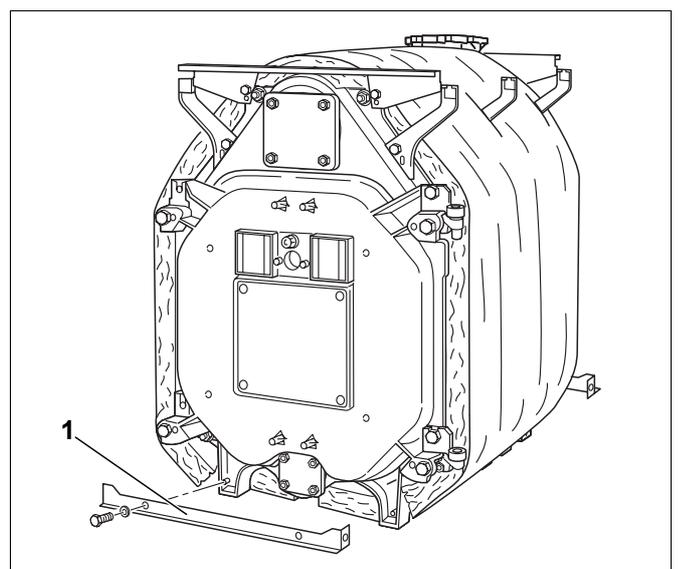

Bild 43 Untere Quertraversen montieren
- Die Quertraversen unten vorne (Bild 43, **Pos. 1**) und hinten mit je zwei Sechskantschrauben an den jeweiligen Kesselgliedfüßen anschrauben. Die Abkantungen dieser Traversen müssen nach außen zeigen.